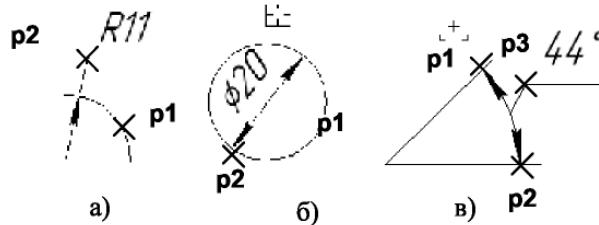

Рисунок 2.10 - Нанесение размеров дуги, диаметра окружности и углового размера
- 2) указать графическим курсором точку на изображении дуги или окружности - точка p1 (рис. 2.10а, б);
- 3) указать графическим курсором точку, определяющую положение размерной линии - точка p2 (рис. 2.10а, б).
- 2) указать графическим курсором точку на изображении первой прямой - точка p1 (рис. 2.10 в);
- 3) указать графическим курсором точку на изображении второй прямой - точка p2 (рис. 2.10 в);
- 4) указать графическим курсором точку, определяющую положение размерной линии - точка p3 (рис. 2.10 в).